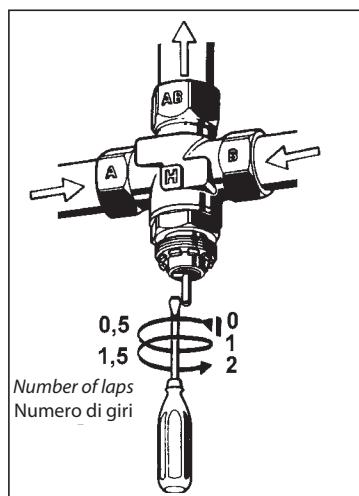

Fig. 3
- Check the following tables to for the right number of counterclockwise laps from 0..... to 2,3 (Fig. 3)
- Usando le tabelle a lato determinare il numero "n" dei giri da 0.....2,3 da effettuare in senso antiorario (Fig. 3)